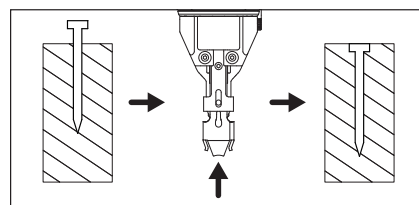

Figure 24
3. Si les clous ne sont pas enfoncés assez profondément dans la surface de travail, déplacer la pointe de contact vers le haut (ou plus près) du corps de l'outil (voir la figure 24).